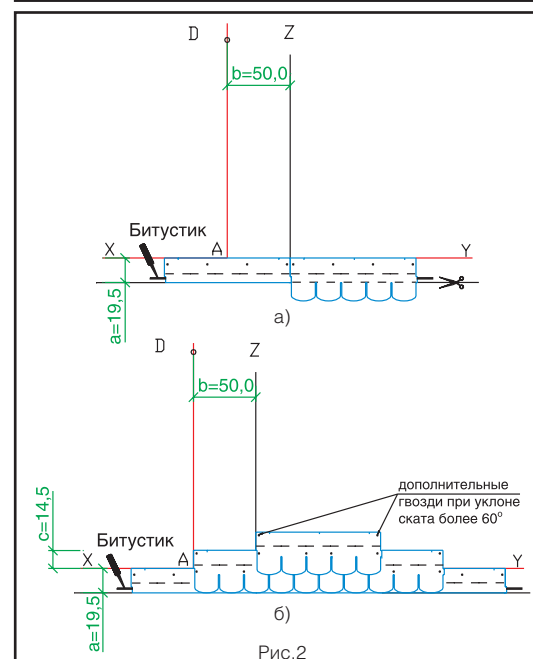

Рис.2
### Укладка материала (рис. 2)
- Начальный ряд формируется из листов черепицы АНТИК, обрезанных по линии, образованной конечными точками вырезов. Полученные таким образом полосы шириной 19,5 см укладываются по линии карниза в обе стороны от линии Z (рис. 2а) и фиксируются по нижнему краю битумной мастикой "Битустик", а по верхней кромке 4 гвоздями (ось гвоздей на 5 см ниже верхнего края полосы). На гидроизоляционную мембрану "Сейфити" начальный ряд может быть наплавлен при помощи теплового строительного фена.
- Далее первый ряд черепицы укладывается от линии AD (рис. 2б).
- Второй ряд укладывается от линии Z (со смещением 50 см от AD) (рис. 2б).
Каждый лист гибкой черепицы АНТИК крепится 4 гвоздями (ось гвоздей на линии битумных клеевых полос) таким образом, чтобы гвоздь прошивал и верхний край нижележащего листа черепицы (рис. 2б).